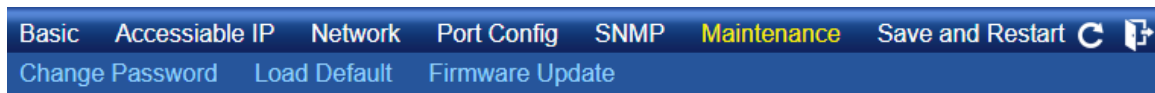

Figura 3-2-4: Menú principal
5. El Menú principal en el medio de la página web le permite acceder a todas las funciones y estados. Aparece como se muestra en la figura 3-2-4.